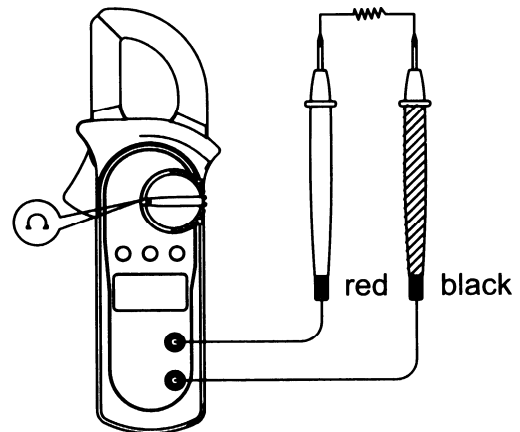

Рис. 5
C. Измерение сопротивления (рис.5)